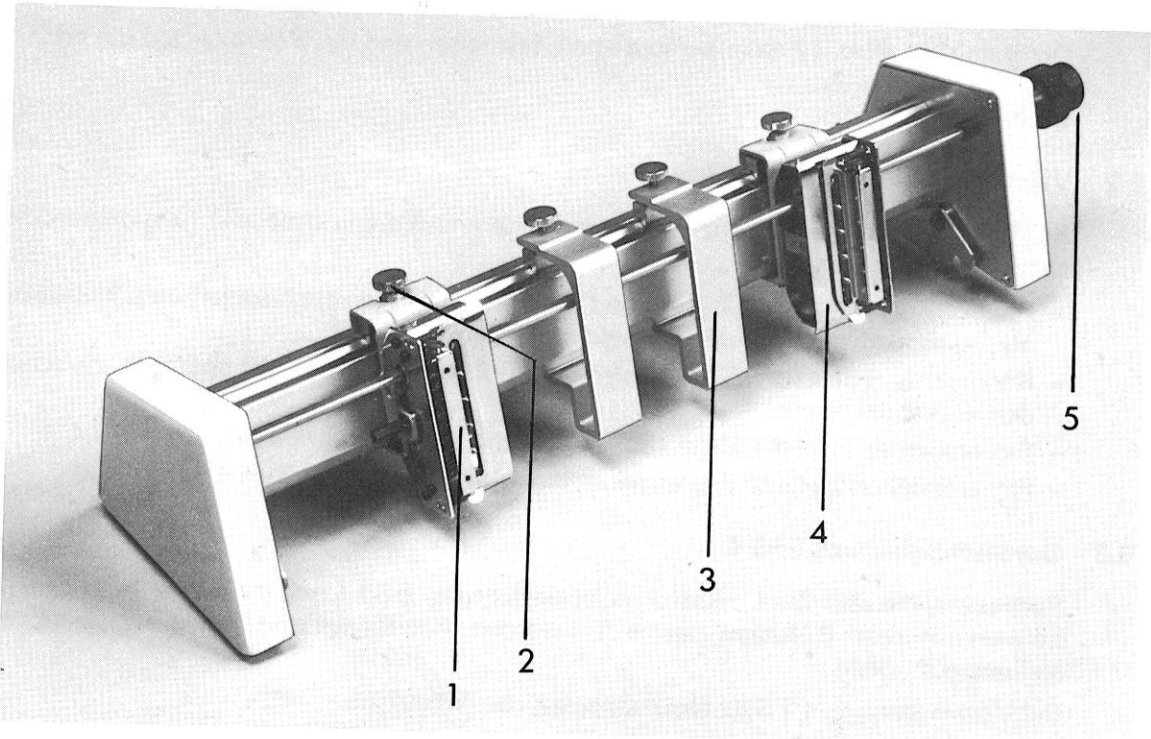

Abb. 17 Endlosformulareinrichtung EFS 4
EF - Papier mit den Führungslöchern in die Traktoren 1) Abb. 17 einlegen und die Führungsklappen 4) Abb. 17 schließen.
Drehknopf 5) Abb. 17 axial herausziehen, festhalten und das Formular auf die erste Druckzeile einstellen.
- Rändelknöpfe 2) Abb. 17 lösen und die Traktoren 1) seitlich soweit verschieben bis die Transportlöcher auf den Transportstacheln aufliegen.